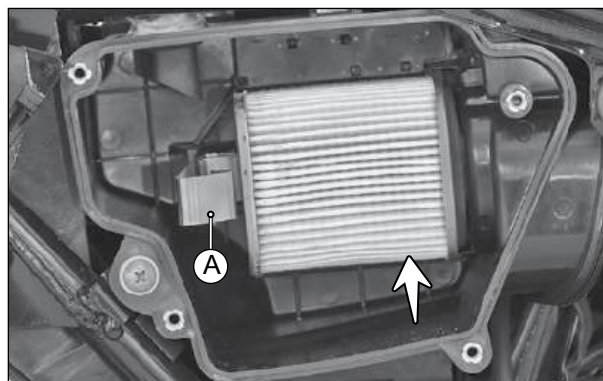

Fig. 2.24
- Retire presilha de fixação (A) e remova o filtro de ar (seta). (Fig. 2.24)